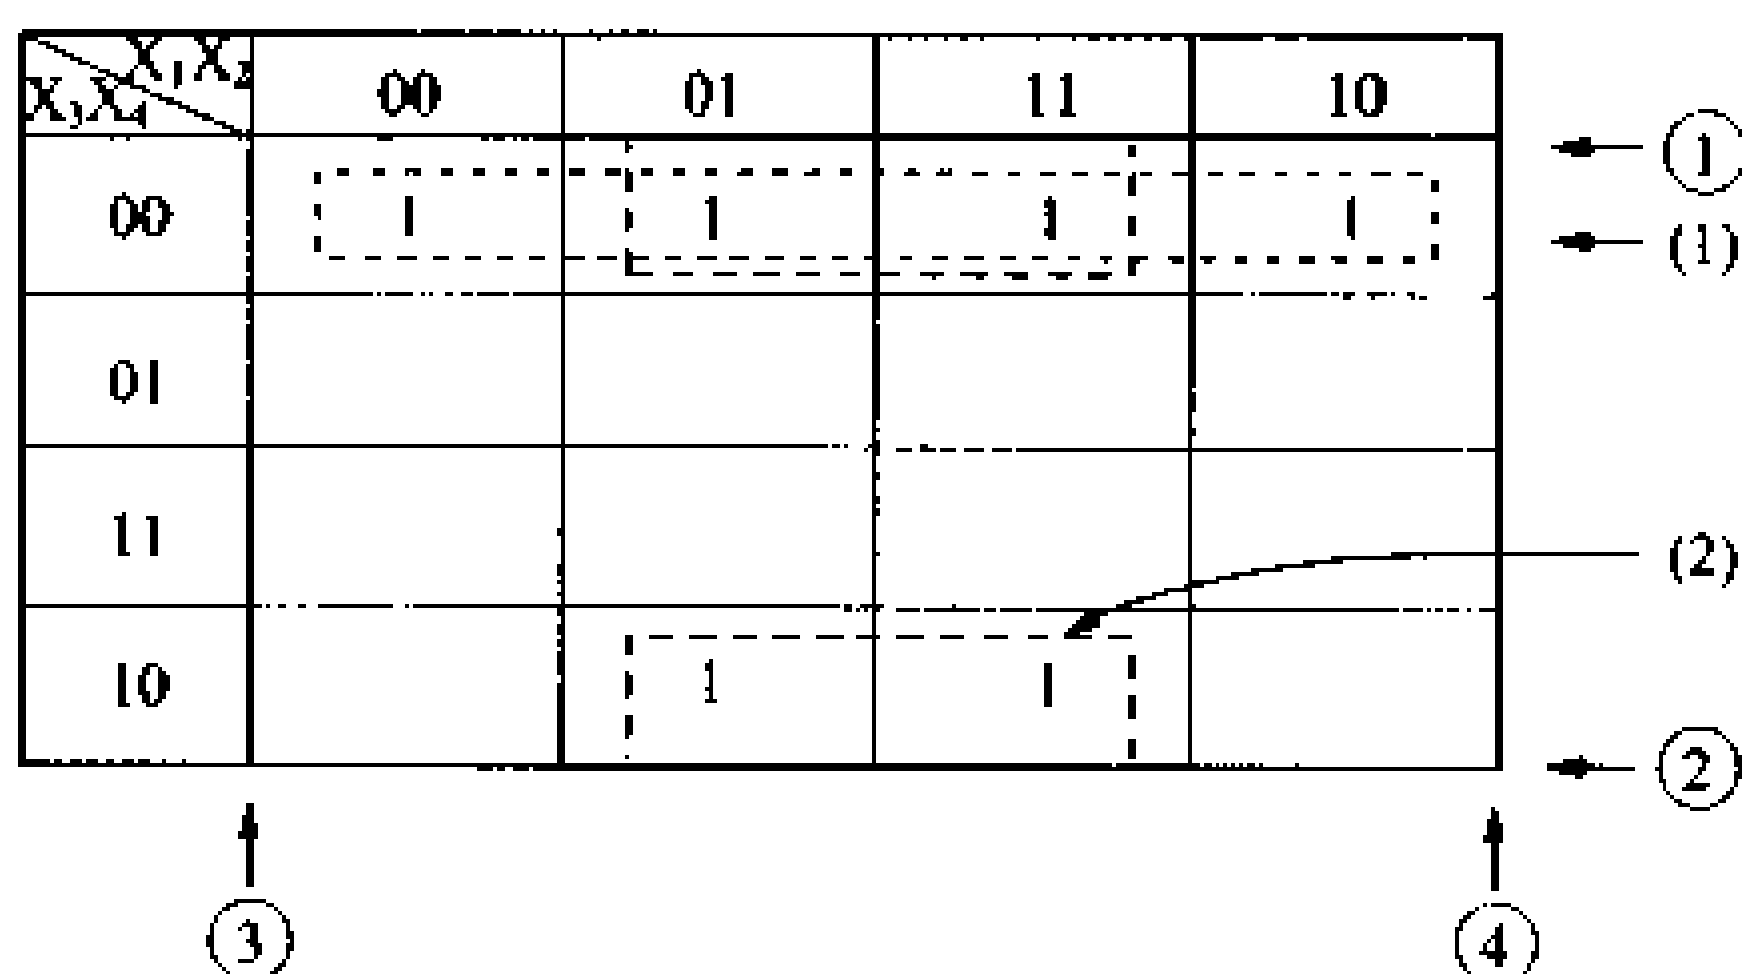

图 4.61 用卡诺图化简逻辑式
再如图 4.61 所示，在卡诺图中与该逻辑式的各项相对应的格子中写入“1”。然后将这些写有“1”的格子成组(2 格、4 格、…为一组，即 2n 格为一组)地用尽可能大的四边形围起来。此时应注意图中的①和②、③和④应理解为是邻接的。画出的四边形相互重叠也无妨，反正在框内即可。图 4.61 中的(1)和(2)就是四边形围